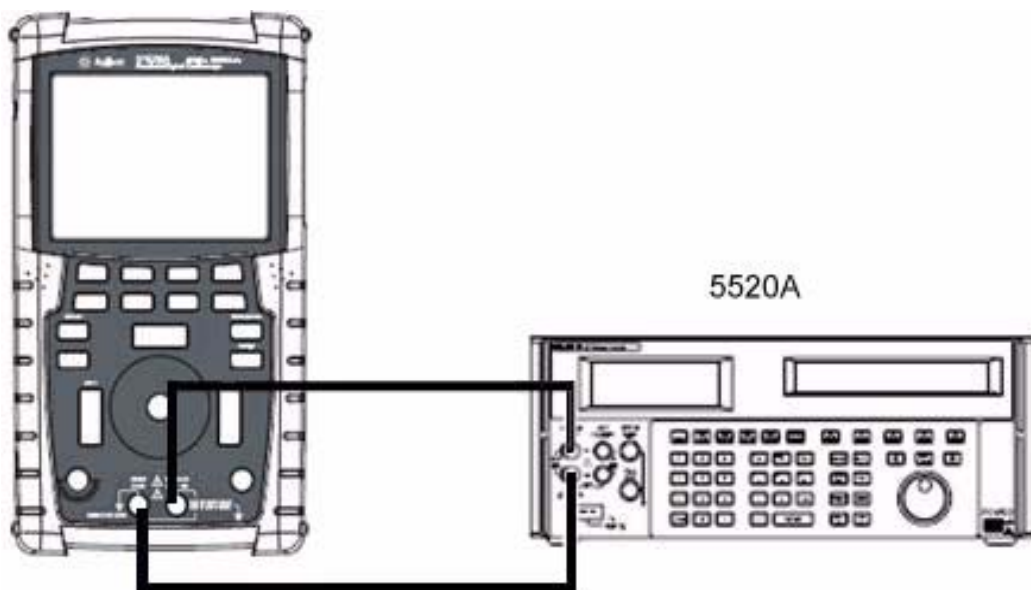

Figura 7-2 Teste as conexões entre o calibrador e o instrumento
- 4 Conecte o calibrador aos terminais de entrada e terra do instrumento, conforme ilustrado na Figura 7-2 usando um conector banana.